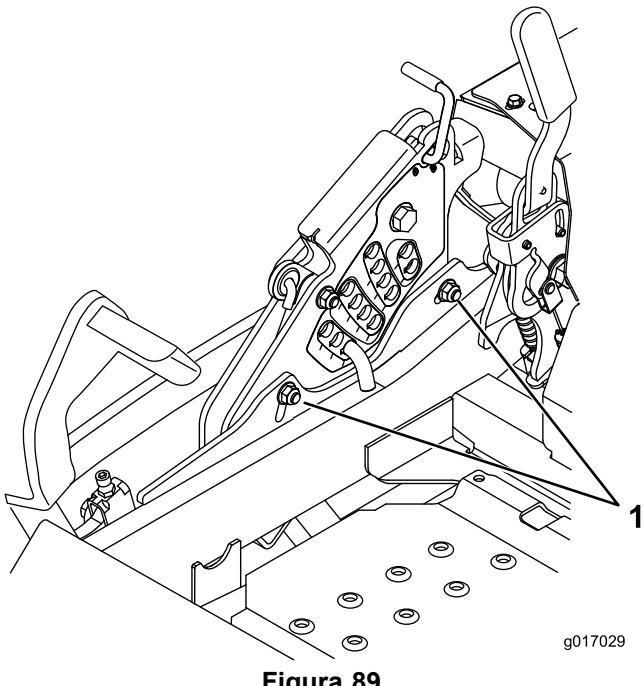

Figura 89
- 12. Para ajustar el sistema de ajuste de un solo punto, afloje los dos pernos situados cerca del borde inferior de la pletina de altura de corte. Consulte Figura 89.
14. Apriete los dos pernos situados cerca del borde inferior de la pletina de altura de corte (Figura 89). Apriete a 37–45Nm (27–33pies-libra).